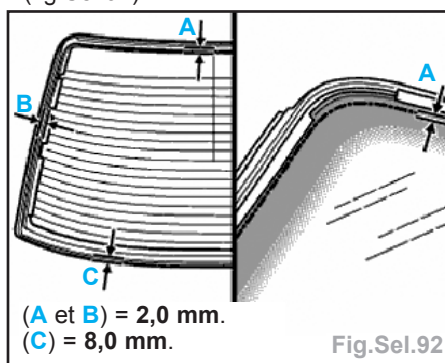

Fig.Sel.92
- Respecter les distances (A, B et C) entre le cordon de colle et le joint (fig.Sel.92).